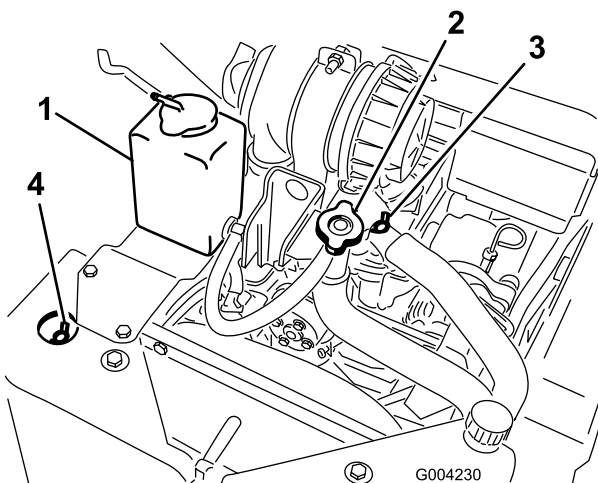

Figura 21
A. Retire el tapón de llenado de refrigerante (Figura 21).
- B. Abra las válvulas de purga de refrigerante delantera y superior (Figura 21).
- C. Vierta refrigerante por el cuello de llenado de refrigerante hasta que el refrigerante empieza a salir de la válvula de purga de refrigerante delantera (Figura 21).
- D. Cierre la válvula de purga de refrigerante delantera (Figura 21).
- E. Vierta refrigerante por el cuello de llenado de refrigerante hasta que el refrigerante empieza a salir de la válvula de purga de refrigerante superior (Figura 21).
- F. Cierre la válvula de purga de refrigerante superior (Figura 21).
- G. Vierta refrigerante en el cuello de llenado de refrigerante hasta que el nivel de refrigerante llegue al cuello de llenado (Figura 21).
- H. Coloque el tapón de llenado de refrigerante (Figura 21).
- I. Añada refrigerante al depósito de expansión hasta que llegue a la línea Lleno del lateral del depósito (Figura 21).